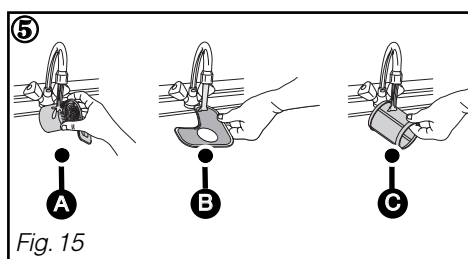

Fig. 15
- ② Dévissez d'un quart de tour le filtre à déchets puis le retirer Ⓐ .
- ③ Retirez le filtre principal Ⓑ .
- ④ Retirez le tamis micro filtre Ⓒ .
- ⑤ Nettoyez soigneusement les filtres Ⓐ , Ⓑ et Ⓒ sous l'eau courante. (Fig. 15)